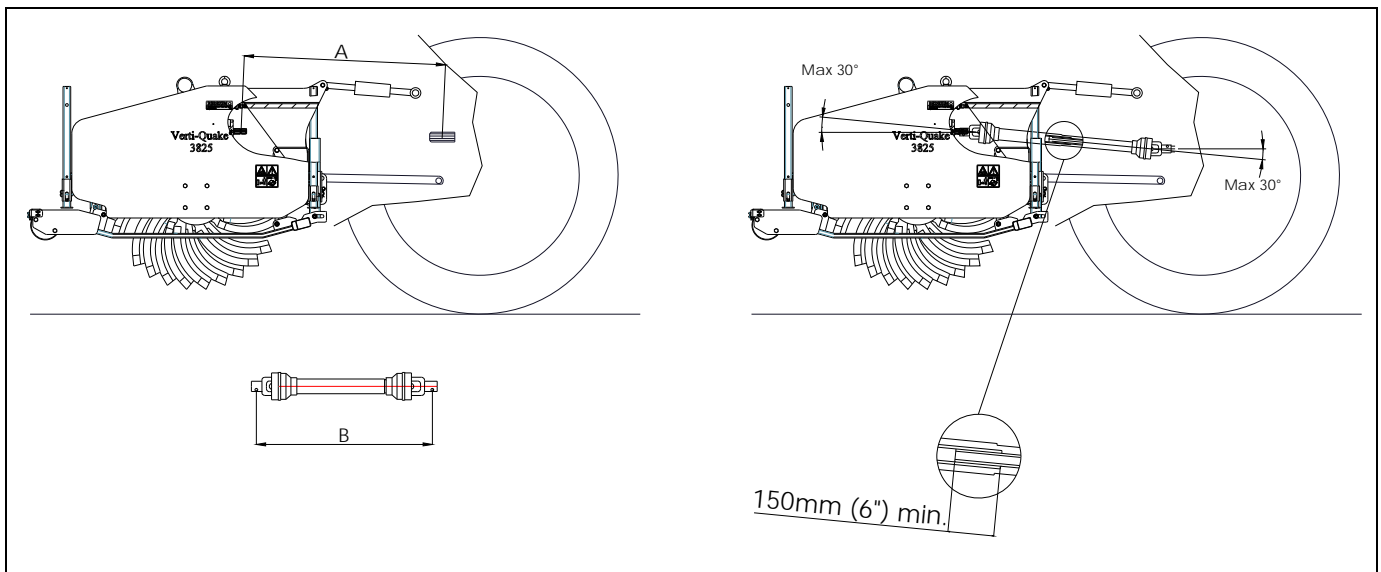

Fig. 8
4.1 LENGTH OF THE PTO (fig. 8).....	Fout! Bladwijzer niet gedefinieerd.
### 4.1 LENGTH OF THE PTO (fig. 8)